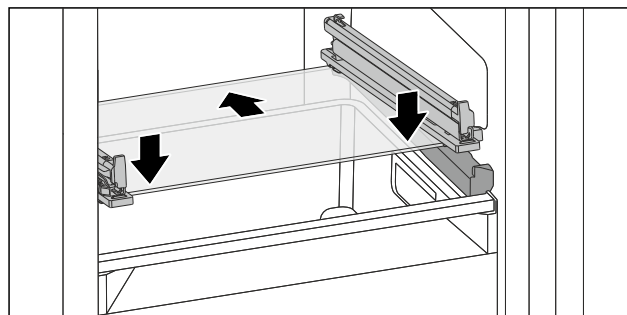

Fig. 121 可倾斜抽屉的玻璃隔板
- ▶ 将玻璃隔板斜放在止动器后面。(参见 Fig. 121)